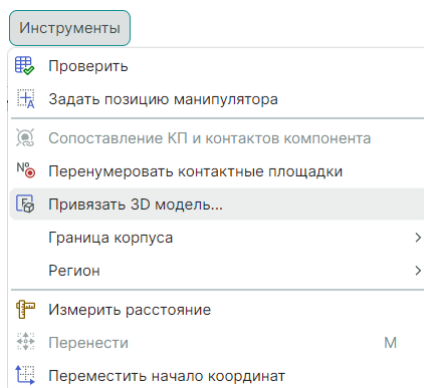

Рис. 161 Вызов функции привязки 3D модели
2. Активируйте инструмент через главное меню «Инструменты» → «Привязать 3D модель», см. Рис. 161.